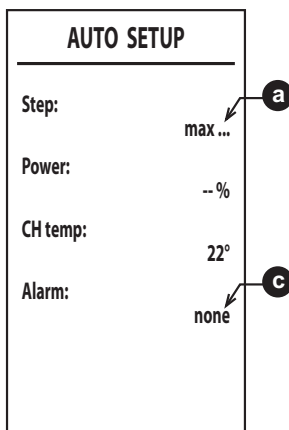

fig. 38
6. După aprindere, arzătorul se poziționează pe diferitele puteri (max, med, min) indicate de punctul **a** (fig. 38).
8. Dacă secvența de aprindere descrisă la punctul „6” nu s-a finalizat cu succes, apare mesajul **max_err** la punctul **a** și un cod de eroare la punctul **c** (fig. 38).